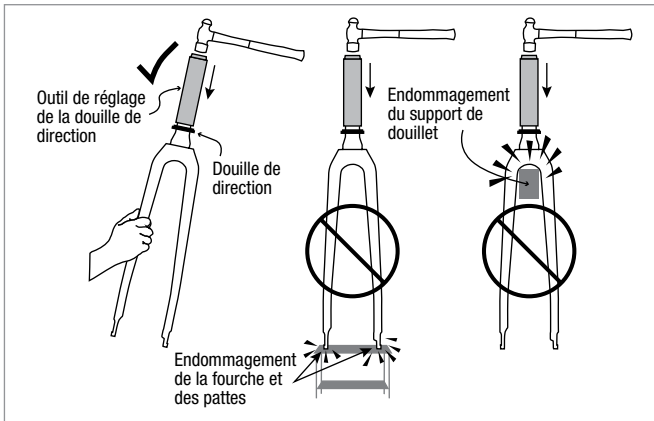
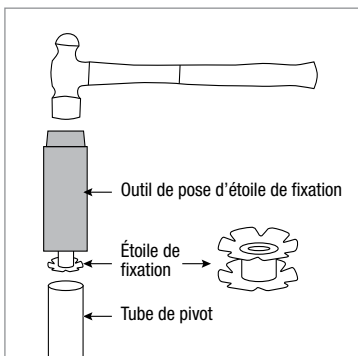

Figure 2
Figure 10
**▲ AVERTISSEMENT :** Ne pas placer la fourche sur les extrémités des pattes ni soutenir la fourche dans la partie douille lors du montage de la douille de direction, au risque d'endommager la fourche (Fig. 2).
- Tenez la fourche d'une main (Fig. 2) et posez un nouvelle étoile de fixation à l'aide d'un outil de pose d'écrou et d'un marteau (Fig. 10).